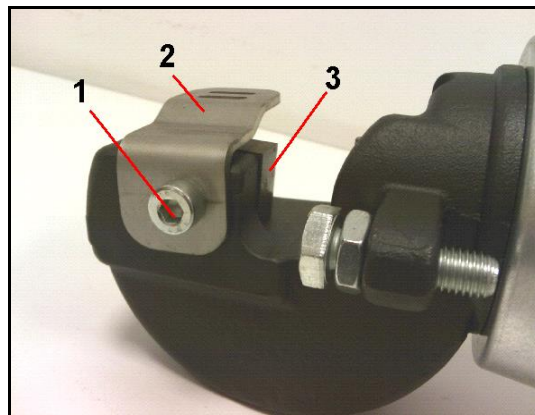

Fig. 6
1. Dévissez la vis de serrage (réf. 1, fig. 6) ;
2. Retirez la protection (réf. 2, fig. 6) ;
3. Remettez l'outil fixe en place (réf. 3, fig. 6) ;